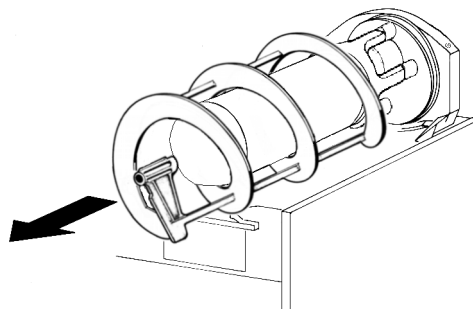
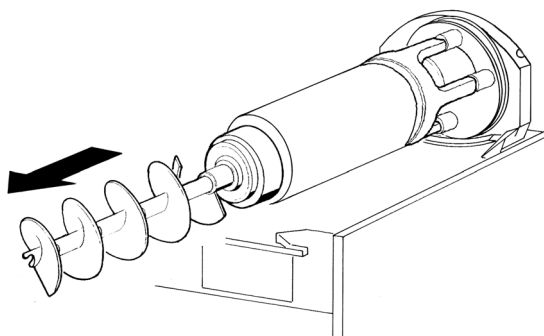

**figura 6**
**figura 7**
**2** Smontare il contenitore spingendone leggermente la parte inferiore (lato rubinetto) verso l'alto per liberarne gli agganci inferiori (vedere figura 6) e sfilandolo successivamente dal davanti (vedere figura 7).